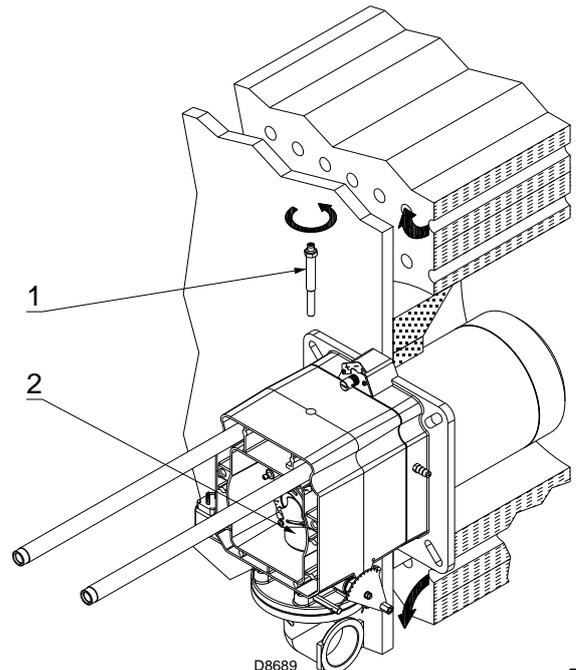

图 13
- 拆下螺丝 1)(图 13)；
- 取出燃烧头内部部件 2)(图 13) 进行校准。
在安装的上一步中，已将燃烧头固定到锅炉上，如图 13 所示。这样就很容易操作，只需根据燃烧器的最大出力对燃烧头进行设定。